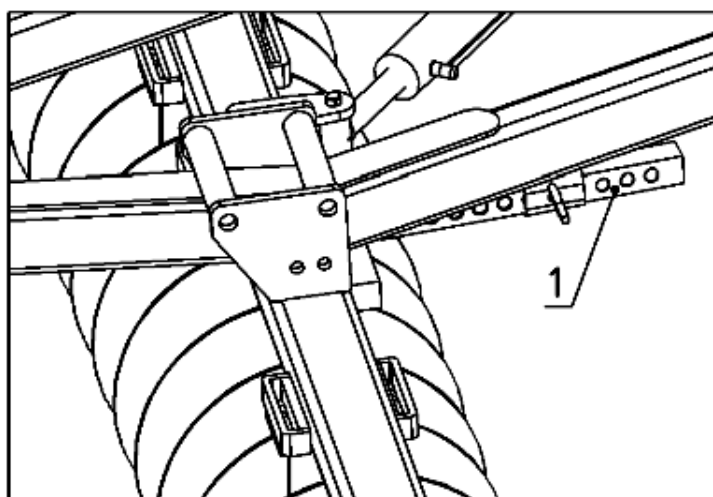

Рисунок 7.
Отрегулируйте ограничители (1) (рис. 7, 8) для установки угла атаки дисковых батарей и доведите батареи, при помощи гидроцилиндров или механических винтов, до упора с ограничителями.
Регулировка угла атаки батарей дисков осуществляется при помощи ограничителей (1), имеющих регулировочные отверстия (рис. 7, 8).